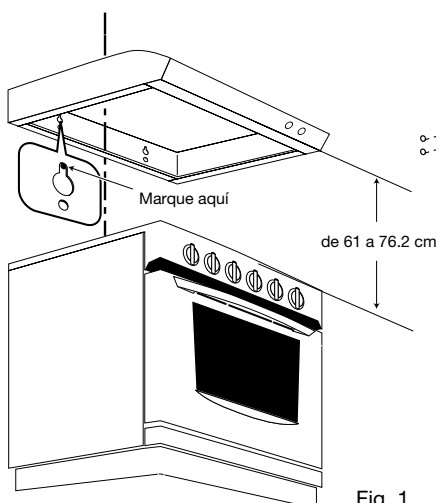

Fig. 1
2. "Colocar" la campana en la pared y marcar con un lápiz los puntos donde se harán los barrenos (Fig.1).
2. El ducto debe ser conectado a la campana de un lado, y del otro debe ser conectado al exterior de la cocina haciendo una barreno en la pared (Fig.1).